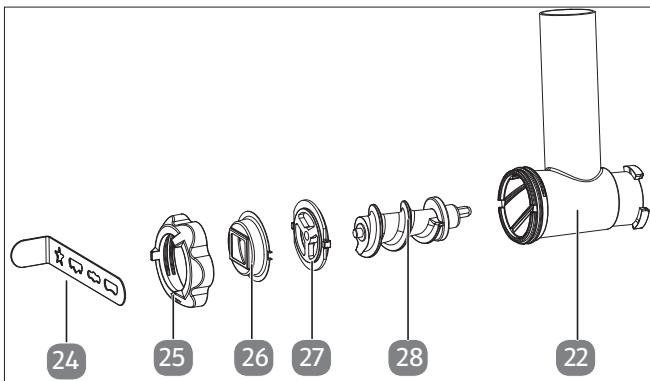

Fig. 21 – Accesorios para masa de galletas
1. Para elaborar masa de galletas, Monte el soporte y el molde para masa de galletas, así como la guía de tornillo en el orden indicado (véase Fig. 21).